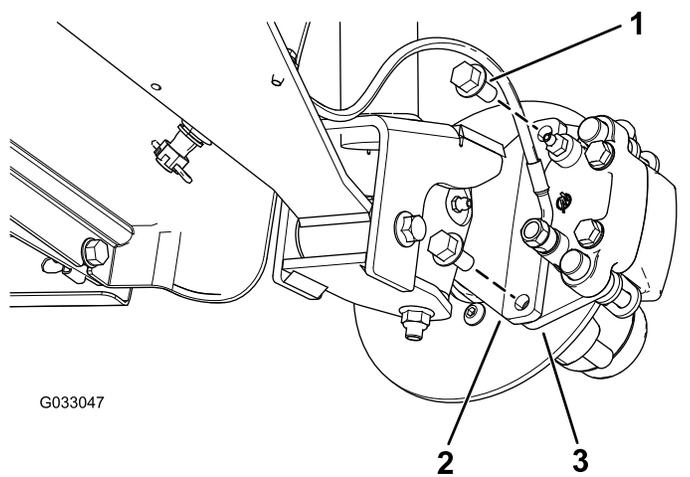
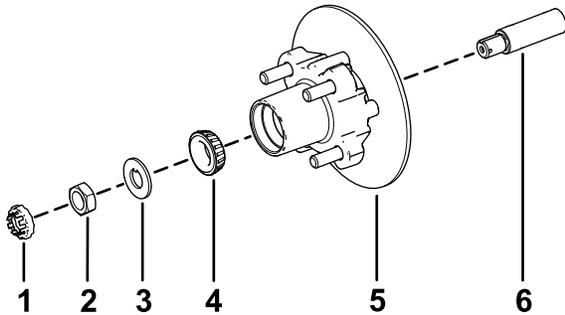

Figura 32
Figura 36
3. Togliete i bulloni a testa flangiata ($\frac{3}{8}$ " x $\frac{3}{4}$ "") che fissano la staffa del gruppo del freno al mandrino e separate il freno dal mandrino (Figura 32).
1. Lubrificate leggermente il mandrino con il grasso specificato (Figura 36).
2. Montate il mozzo e il rotore sul mandrino con il rotore verso l'interno (Figura 36).
3. Montate il cuscinetto esterno sul mandrino e inserite il cuscinetto sull'anello esterno (Figura 36).
4. Montate la rondella di sicurezza sul mandrino (Figura 36).
5. Avvitate il dado del mandrino sul mandrino e serrate il dado a 15 N·m mentre ruotate il mozzo per posizionare in sede il cuscinetto (Figura 36).
2. Allineate le pastiglie dei freni su ciascun lato del rotore (Figura 32) e i fori sulla staffa della pinza con i fori sul supporto del freno del telaio del mandrino (Figura 36).
3. Fissate la staffa del calibro al telaio del mandrino (Figura 32) utilizzando i 2 bulloni a testa flangiata ($\frac{3}{8}$ " x $\frac{3}{4}$ ").